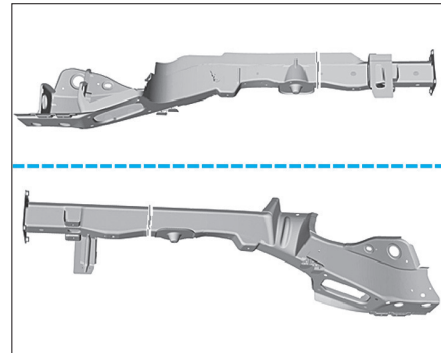

FIG. 163
- Reporter les lignes de coupe sur la pièce neuve et procéder à la découpe (Fig.163).